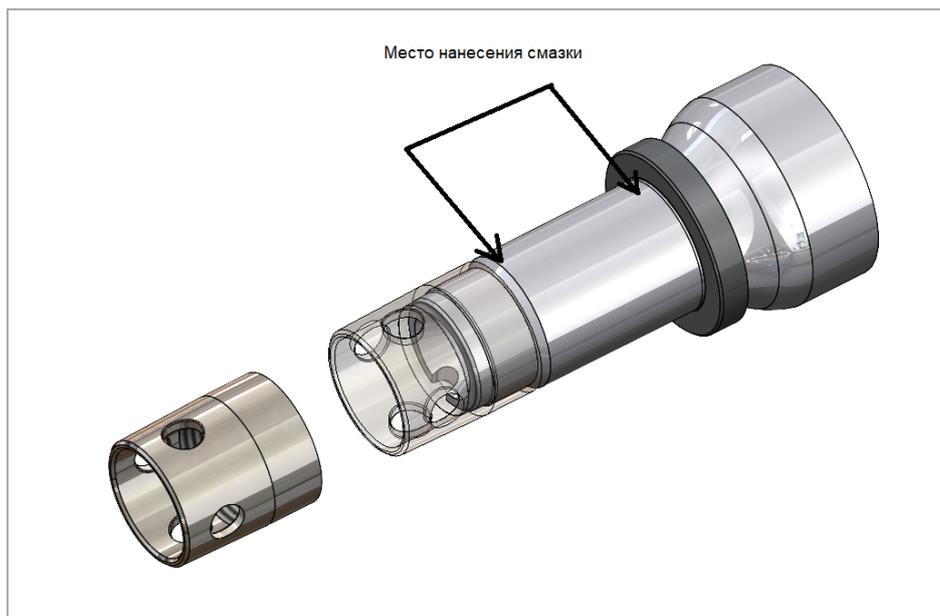

Рис. 7.1. Место нанесения смазки
2) Нанесите тонкий слой антифреттинговой смазки 85% на цапфу, остаток 15% используйте ближе к упорному кольцу (рис. 7.1)